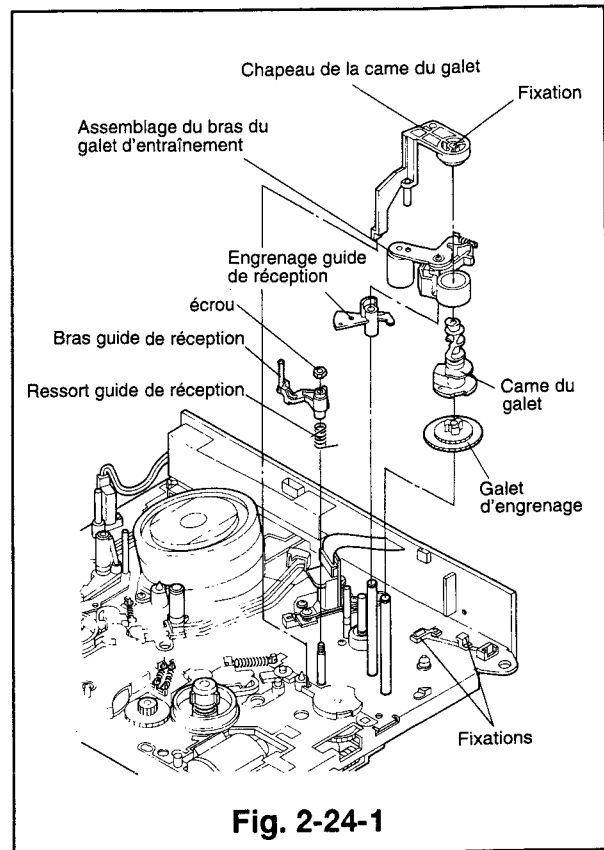

Fig. 2-24-1
- 1) Défaire la fixation illustrée dans la Fig. 2-24-1 et soulever le chapeau de la came du galet pour enlever celui-ci.